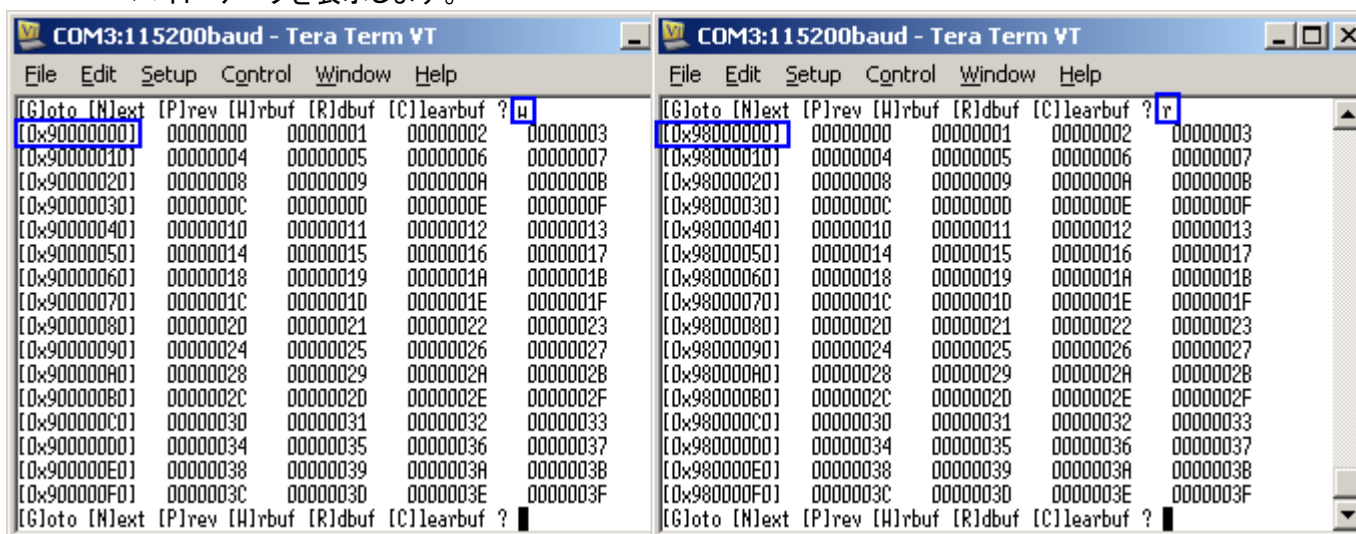

図 3-12: 'W'rbuf / 'R'rdbuf サブ・メニューの表示画面
- 'W' (Write Buffer) : このサブ・メニューにより図 3-12 左画面に示すように、ライト・バッファの先頭から 256 バイト・データを表示します。
- 'R' (Read Buffer) : このサブ・メニューにより図 3-12 右画面に示すように、リード・バッファの先頭から 256 バイト・データを表示します。